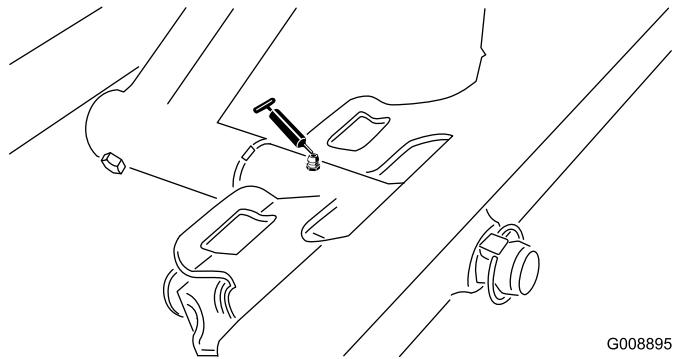

Figura 31
- Pivote de la unidad de corte delantera (Figura 31)